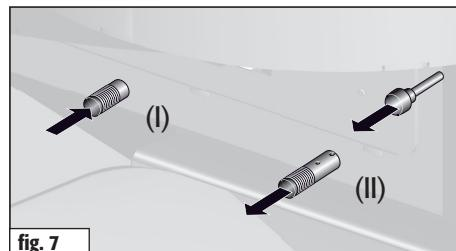

fig. 7
Regolare l'aria primaria e l'aria secondaria.	Chiudere la valvola dell'aria primaria (I), posizionare la valvola dell'aria secondaria (II) tra lineetta 2 e 3. (fig. 7)